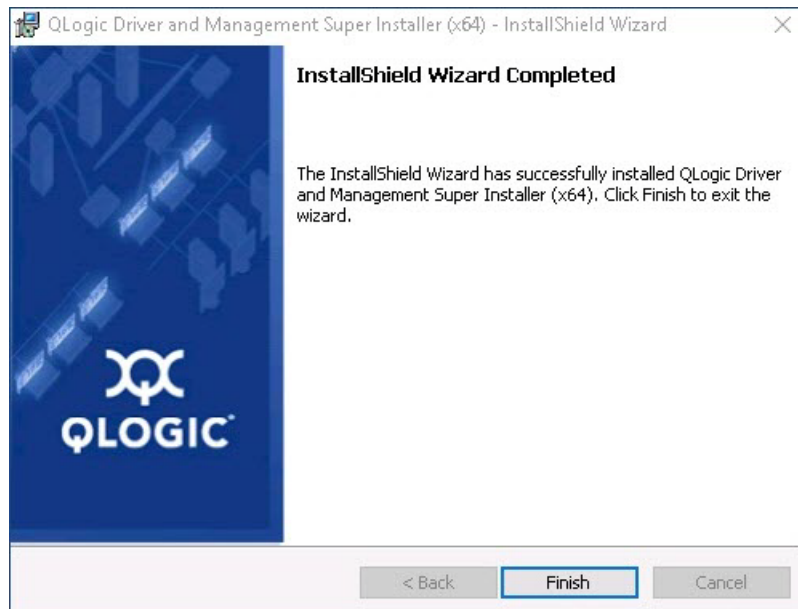

Abbildung 3-7. InstallShield Wizard: Fenster „Completed“ (Abgeschlossen)
8. Wenn die Installation abgeschlossen ist, zeigt der InstallShield-Assistent das Dialogfeld „Completed“ (Abgeschlossen) an (Abbildung 3-7). Klicken Sie auf **Finish** (Fertig stellen), um das Installationsprogramm zu beenden.